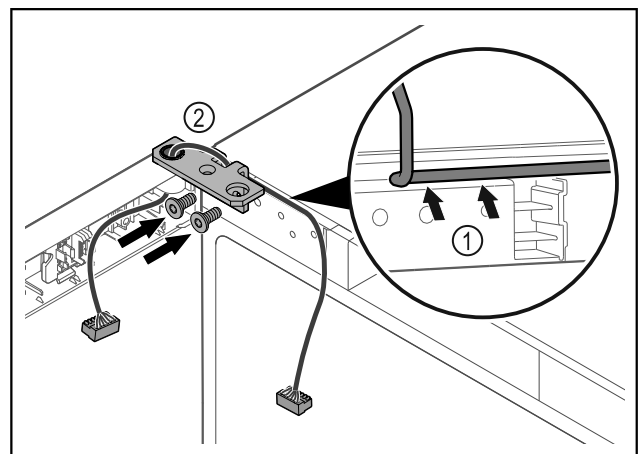

Fig. 48
- ▶ 将电缆穿过合页角铁的缺口并小心铺设 Fig. 48 (1)。
▶ 拧上合页角铁 Fig. 48 (2)。